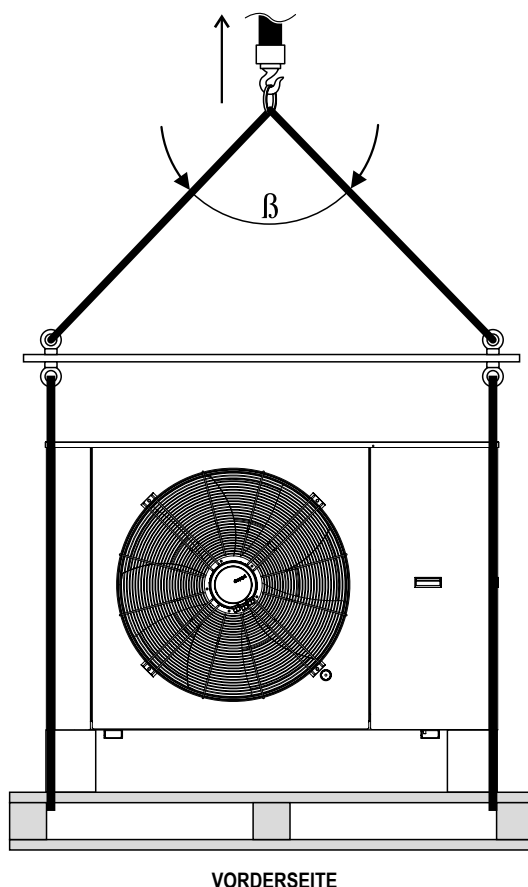

ABB. 32 (Bewegen mit Kran oder Brückenkran)
- 2) Bringen Sie das Hebezeug an, wie angegeben in **ABB. 32**
DIE TRAGFÄHIGKEIT DER SEILE, BÄNDER UND / ODER SCHLINGEN VERRINGERT SICH, WIE DER WINKEL „ β “ (**S. ABB. 32**) ZUNIMMT.